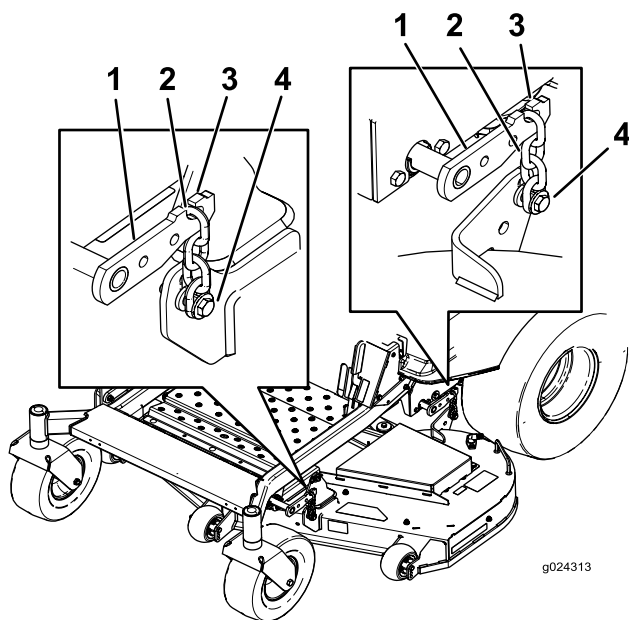

Figure 62
5. Desserrez les boulons de réglage aux quatre coins de sorte que le tablier repose bien sur les quatre cales (Figure 62).
6. Vérifiez que les quatre chaînes sont tendues (Figure 62).
7. Resserrez les quatre boulons de réglage (Figure 62).